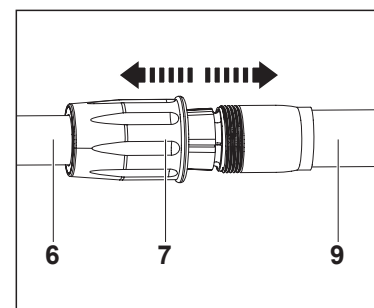

Fig. 8
2. Poussez le tube [9] et la rallonge [6] l'un dans l'autre pour rétracter le tube, et tirez-les en sens opposé pour allonger le tube (fig. 8).